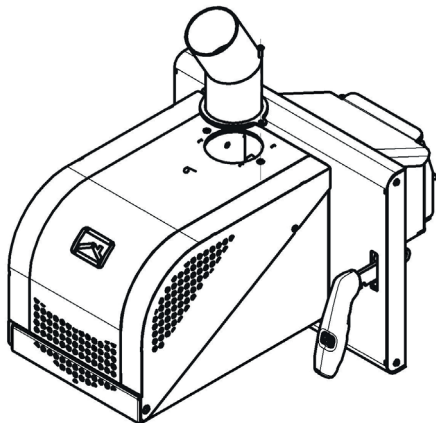

Рисунок 6 - Установка патрубка
2. Установить на горелочное устройство загрузочный патрубок (Рис. 6). При затяжке, крепёжные винты (M4x12) должны оставить возможность разворота патрубка к гибкому рукаву соединяющего бункер и горелку.